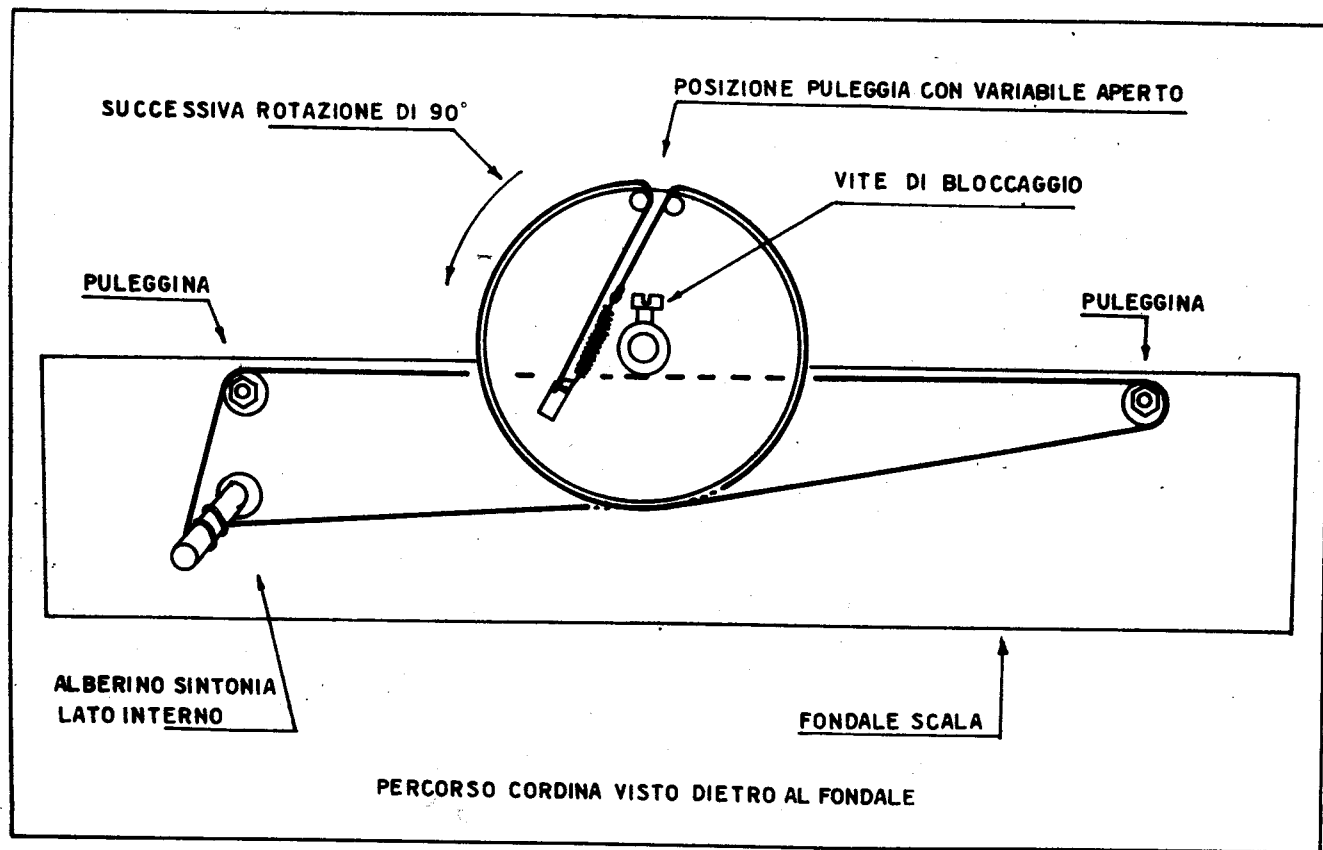

Fig. 10
La sistemazione della cordina deve essere eseguita con molta calma ed attenzione. Veda la fig.10, che rappresenta schematicamente il percorso della cordina.
e) - Fare passare la cordina fra i due perni sulla periferia della puleggia e, infilandola nel solco della medesima, avvolgerla sulla puleggia vicino al potenziometro (tratto A-B-C fig.10).
f) - Passando sopra la puleggia tendere la cordina ed avvolgerla sull'altra puleggia (tratto C-D fig.10).